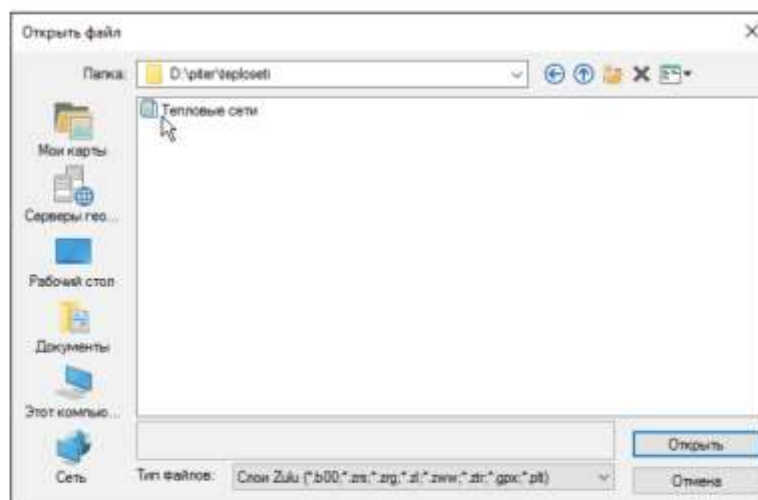

Рисунок 4.2. Выбор слоя
3. Войти в нужную папку, выделить слой тепловой сети и нажать кнопку Открыть (смотрите Рисунок 4.2. «Выбор слоя»);